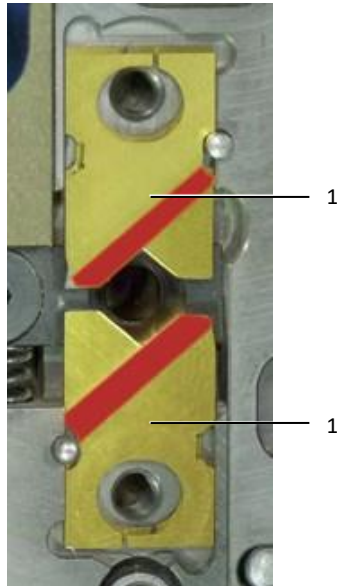

Fig. 31 : installer les couteaux
- Assembler chaque paire de couteaux de telle manière que les arêtes biseautées (marquées en rouge dans fig. 31) soient orientées vers l'extérieur.